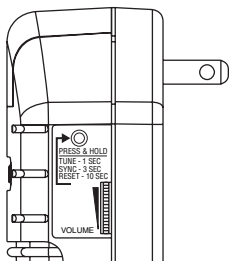

Figure 2
4. Réglez le volume à la puissance souhaitée (voir la Figure 2).